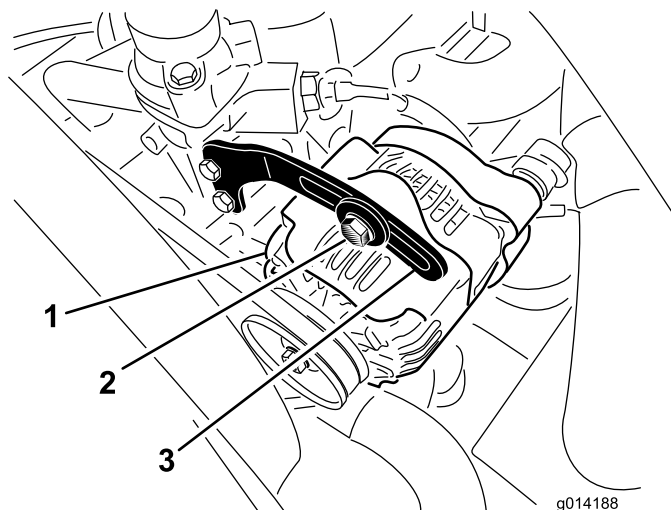

Figura 46
2. Controllate la tensione della cinghia dell'alternatore premendola (Figura 46) al centro tra l'alternatore e le pulegge dell'albero a gomito con una forza di 10 kg.
3. Allentate il bullone che fissa il supporto all'alternatore (Figura 46) e il bullone di rotazione dell'alternatore.